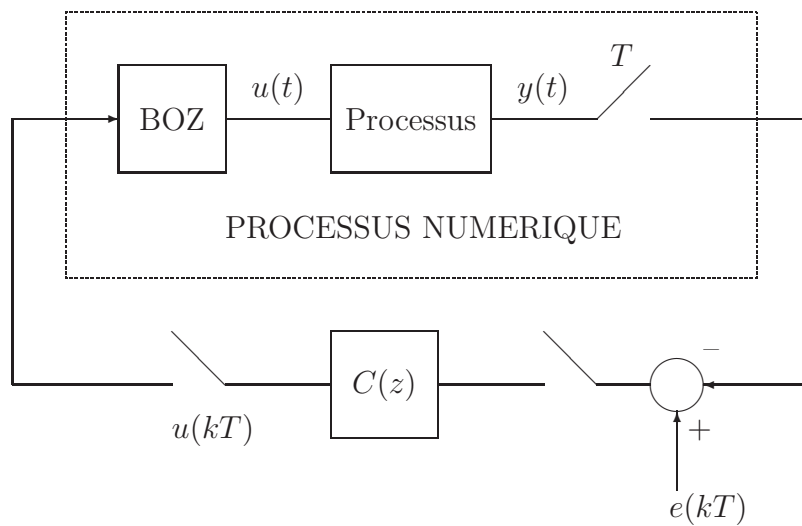

FIG. 8 – Processus continu dans une boucle numérique d’asservissement
4.3) Calculer la fonction de transfert en z du **processus numérique équivalent** au processus continu $G(p)$ muni de son BOZ et échantillonné à la période T (cf. Figure 8).